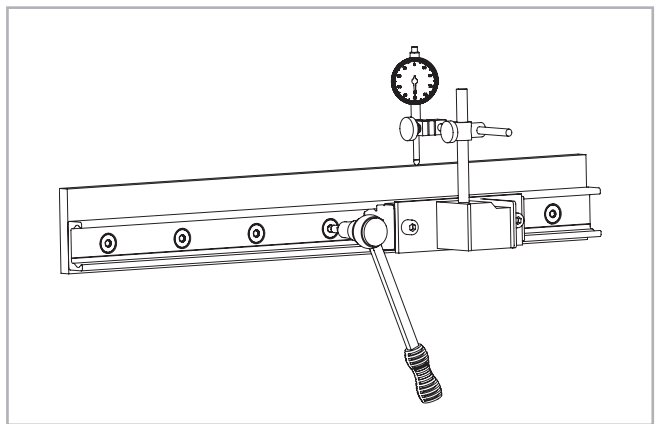

Abb. 105
(2) Montieren Sie eine Messuhr am Läufer so, dass Sie den Versatz der Schiene zu einer Referenzlinie messen können. Positionieren Sie den Läufer nun in der Mitte der Schiene und stellen die Messuhr auf Null. Bewegen Sie den Läufer um jeweils zwei Bohrabstände vor- und rückwärts und richten Sie dabei die Schiene sorgfältig aus. Befestigen Sie die drei mittleren Schrauben dieses Bereiches nun mit dem vorgeschriebenen Anzugsmoment, s. Abb. 105.
(3) Positionieren Sie den Läufer jetzt an einem Schienenende und richten Sie die Schiene vorsichtig auf den Messuhrwert Null aus.